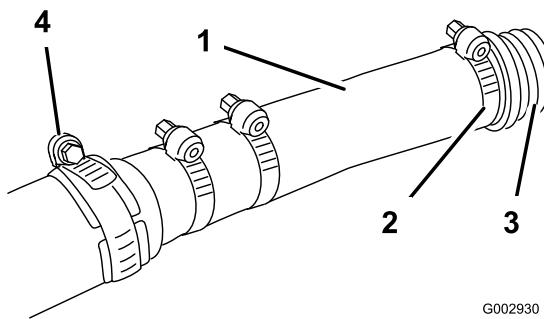

Figura 11
- Montate sul flessibile una grossa fascetta stringitubo (tolta dal flessibile alla voce 2) e montate il raccordo a fondo nel flessibile, fissandolo con la fascetta (Figura 11).